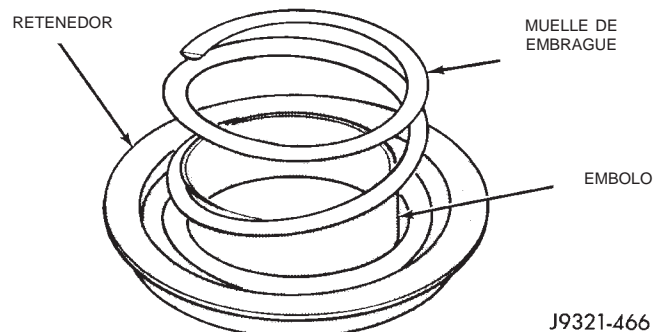

Fig. 134 Instalación del émbolo del embrague delantero
(5) Coloque el muelle en el émbolo del embrague (Fig. 134).